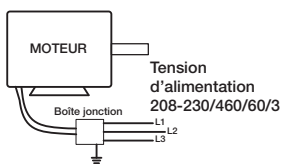

Figure 9 — Schéma de câblage typique
**REMARQUE :** Sur les installations triphasées, le sens de rotation peut être inversé par l'inversion de deux quelconques des trois fils électriques. Pour les installations monophasées, suivre le schéma de câblage figurant sur le moteur ou voir Figure 9, à la page 5.
5. Câbler le moteur pour la tension souhaitée. Voir le schéma de câblage à la Figure 9.